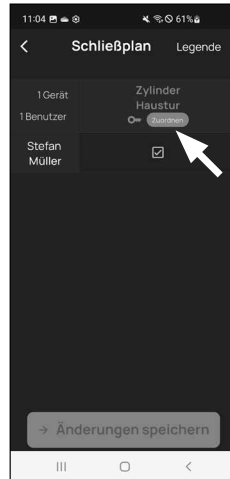

Abb. 4
- ⑤ Wenn Änderungen im Schließplan gemacht wurden, erscheint die Anzeige des jeweiligen Zylinders rot und wird durch den Button „Zuordnen“ ergänzt. Die App teilt Ihnen damit mit, dass die Einstellungen noch nicht auf den Zylinder übertragen wurden. Um dies zu machen, tippen Sie beim jeweiligen Zylinder auf den roten Button „Zuordnen“ (Abb. 4).